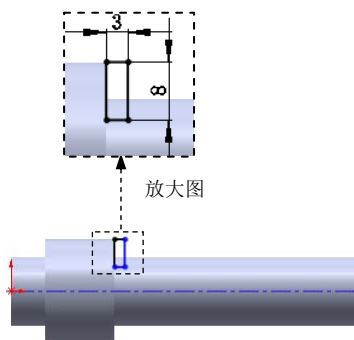
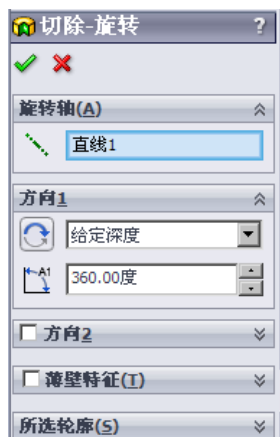

图 3.7.7 横断面草图
图 3.7.8 “切除-旋转”对话框
Step3. 定义特征的横断面草图。选取上视基准面作为草图基准面，进入草绘环境；绘制图 3.7.7 所示的横断面草图（包括旋转中心线）。绘制草图的大致轮廓。建立图 3.7.7 所示的几何约束和尺寸约束，修改并整理尺寸；选择下拉菜单 **插入(I)** → **退出草图** 命令，退出草绘环境，系统弹出图 3.7.8 所示的“切除-旋转”对话框。